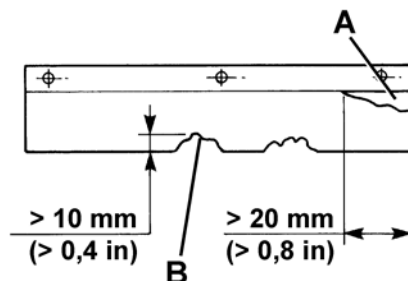

Figure 20
Remplacer les volets en présence de coupures (A, Fig. 20) supérieures à 20 mm (0.78 in) ou de rupture / déchirures (B) supérieures à 10 mm (0.39 in) (pour le remplacement des volets, se référer au manuel d'entretien).